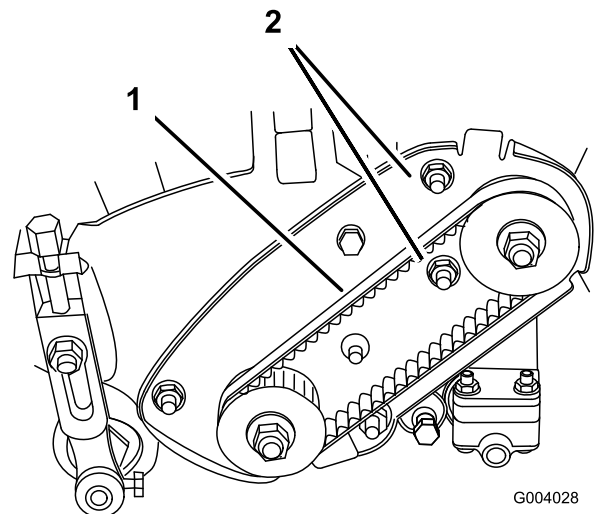

Figura 34
A. Allentate i dadi di montaggio della sede del cuscinetto (Figura 34).
C. Serrate i dadi di montaggio della sede del cuscinetto tenendo ferma nel contempo la chiave torsiometrica all'impostazione prescelta (Figura 34). Non tendete eccessivamente la cinghia.